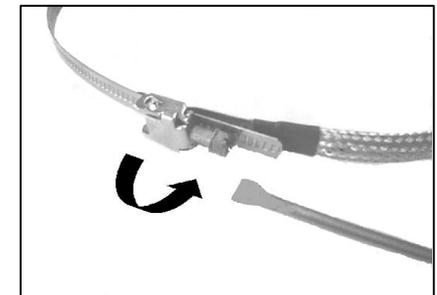

Fig.2
- Schließen Sie den Verschluss und ziehen Sie die Schraube mit **max. 2 Nm Drehmoment** an. (Fig.2)
- Close the lock and tighten the screw with **max. 2 Nm**. (Fig.2)